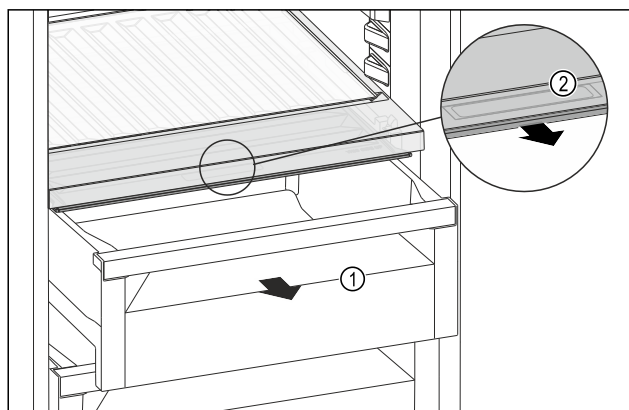

Fig. 232
- Izvucite ladicu Fig. 232 (1).
- Primite ručku Fig. 232 (2) na poklopcu pretinca i istodobno povucite poklopac pretinca prema naprijed.